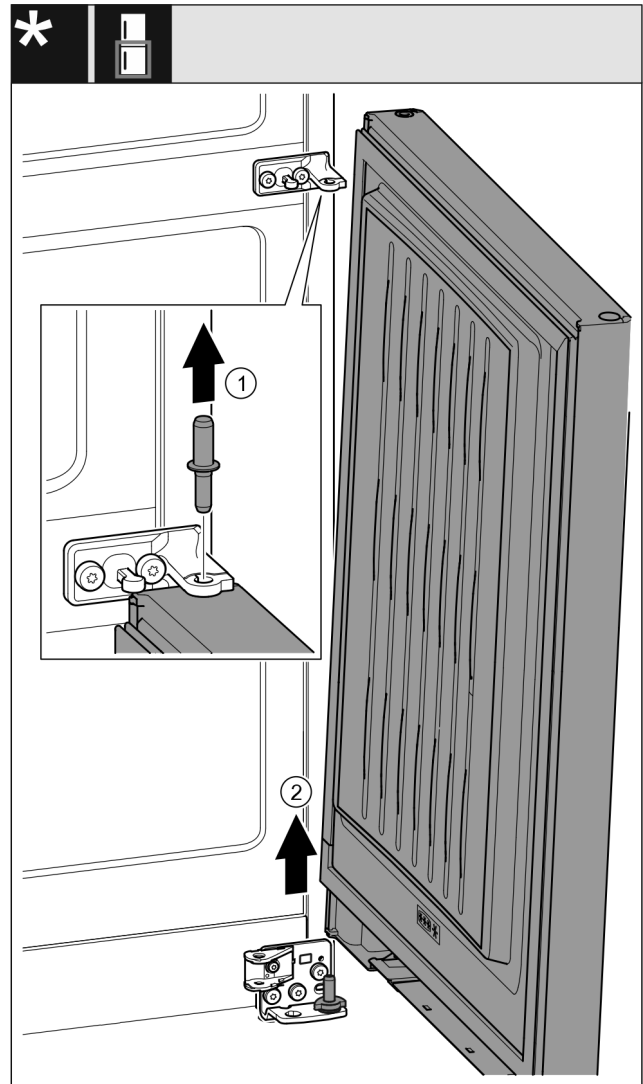

Fig. 32 Záráscsillapítóval*
- ▶ Húzza ki felfelé a csapszeget Fig. 32 (1)*
- ▶ Fordítsa ki az ajtót Fig. 32 (2), húzza fel, és tegye félre.*